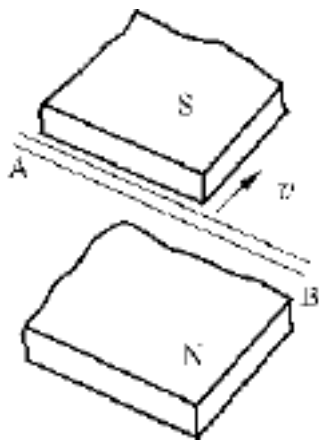

图 1.3
1.3 请画出图 1.3 所示运动导体产生感应电动势的方向。